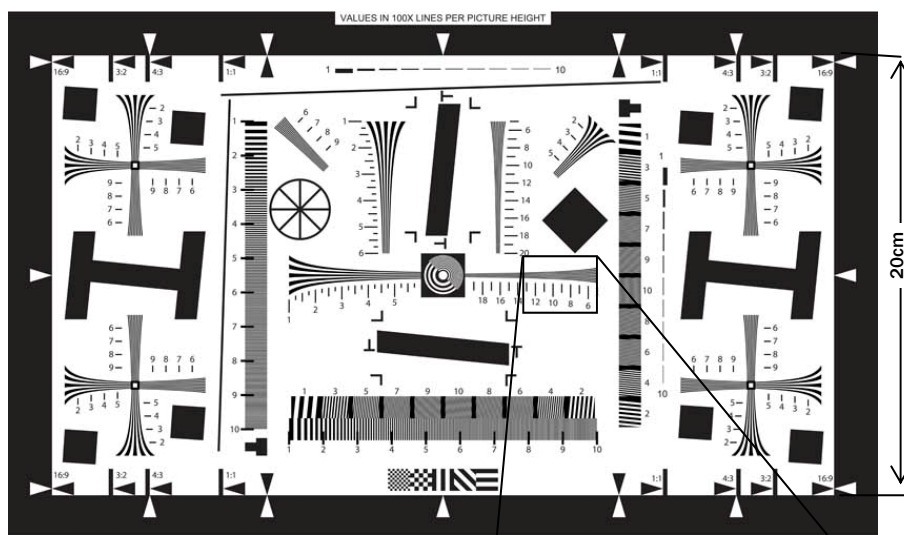

図3 ISO_12233テストチャートと部分拡大図
■ 写真レンズ用評価チャート(図3) (ISO_12233テストチャート)